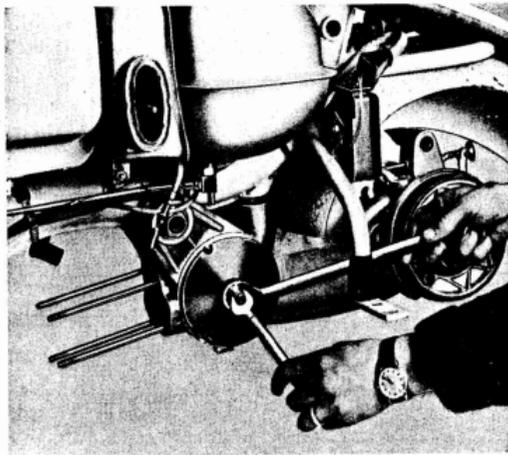

Fig. 22
- 36 Desmontar el cojinete de bolas del cigüeñal: desmontar la brida de sujeción del cojinete, colocar sobre el cojinete el tornillo de la herramienta n.º A2L.1012 por el lado del piñón, colocar sobre el tornillo, por el lado del volante, el disco con el escape para los tres prisioneros y proceder a la extracción enroscando la tuerca y, al mismo tiempo, sujetando al tornillo con una llave de 12. Véase fig. 22.